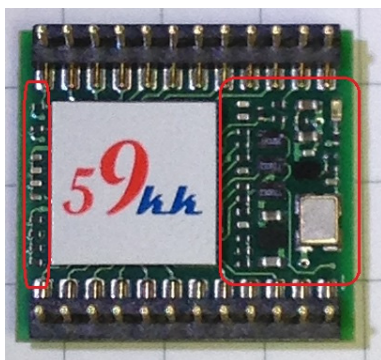
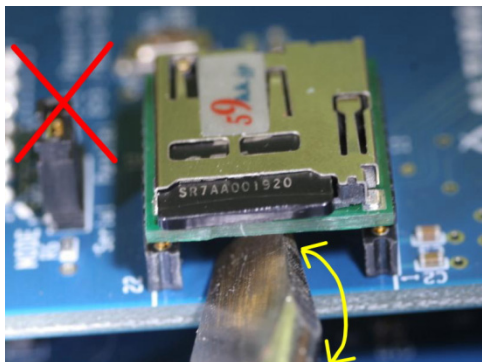

図 11.1. uSDCONF1A Bottom View
図 11.2 取り外しの悪い例
- ・ しかしながら、図 11.1. のように、モジュールの裏側は高密度にチップ部品を実装しており、取扱いに注意して取り外さないと不用意に部品を押しつぶしたり、パターンを剥離してしまいかねません。
- ・ ドライバ等でモジュールをソケットから抜き取る場合、図 11.1 の部品配置を常にイメージして、赤枠部分に力がかからないよう十分に注意して下さい。
- ・ ドライバ等で取り外す場合、図 11.2 のようにモジュール下への差し込みが十分でない場合、図 11.1 の赤枠の部分に作用点が働いてしまうとチップ部品を破損してしまいます。